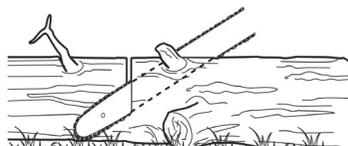

Fig. 38
- > Pour une coupe plus facile, respectez les principes de base suivants: Si le tronc est surélevé sur toute sa longueur (Fig. 38), coupez-le par le dessus.